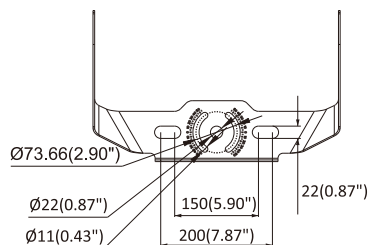

Fig. 2
1. Si nécessaire, percez des trous dans la surface de montage. Référez-vous au schéma des trous de montage de l'étrier (Fig. 2).